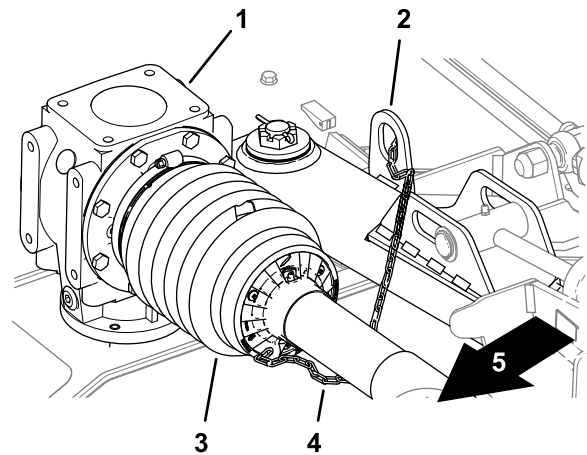

**Figura 18**
6. Compruebe que la cadena de seguridad está conectada al protector del árbol de la TDF trasero, los protectores del árbol de transmisión y el bastidor del cortacésped (Figura 18 y Figura 21).